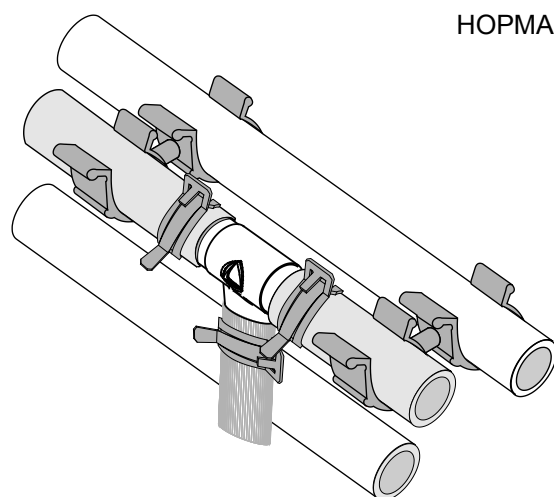

Рис. r11
- Избегайте соприкосновения зажимов с другими шлангами (рис. r11), используйте специальные проставки.